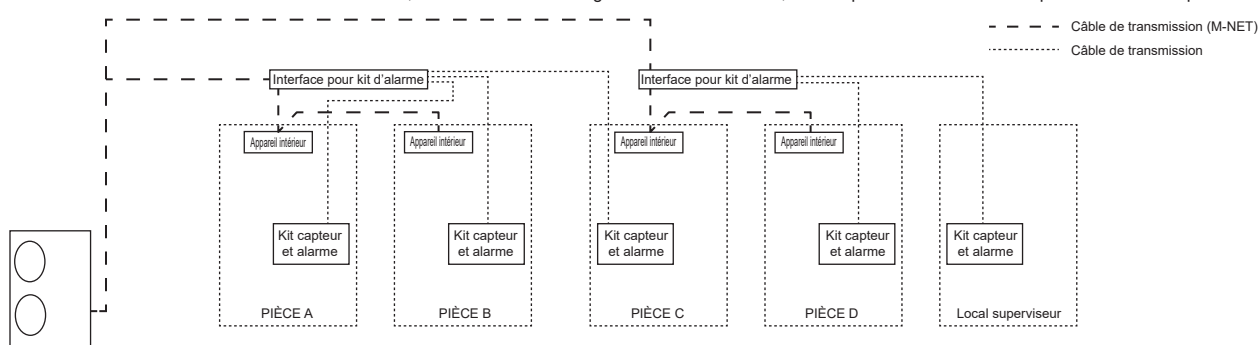

Fig. 5-5
- Ne raccordez jamais l'appareil intérieur et le kit capteur et alarme installés dans une même pièce à différentes interfaces d'alimentation électrique pour kit d'alarme. (Voir Fig. 5-5.)